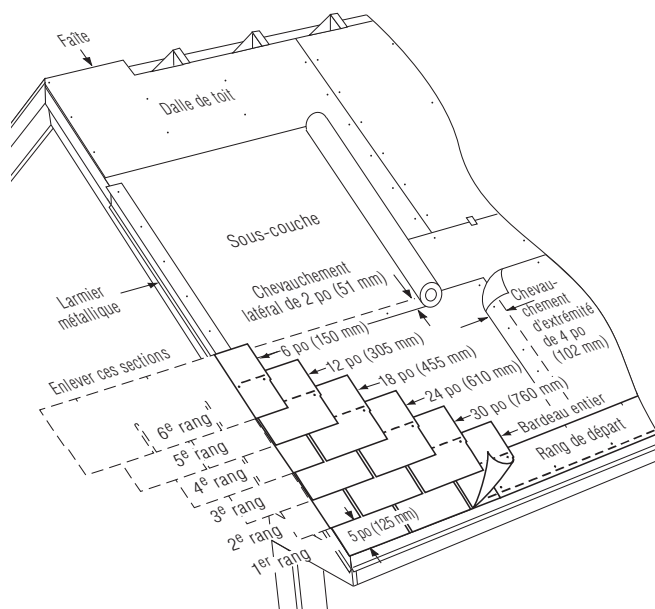

Figure 10-8 : Pose des six premiers rangs sur une pente standard.
**PREMIER RANG :** Poser un bardeau entier sur le coin inférieur gauche du toit. Aligner les jupes à égalité avec les bords du rang de départ. De cette façon, l'adhésif de la bande de départ adhèrera aux jupes du premier rang et les empêchera de se soulever par grand vent (figure 10-8).
1. Retrancher 6 po (15 cm) du côté gauche d'un bardeau et poser la pièce de 30 po (76 cm) restante par-dessus et au-dessus du bardeau du premier rang, en l'alignant avec le bord gauche du rang de départ. Laisser les jupes de 5 po (12,7 cm) du bardeau du premier rang à découvert (*figure 10-8*).
2. Retrancher 12 po (30 cm) du premier bardeau du troisième rang, 18 po (46 cm) du premier bardeau du quatrième rang, 24 po (61 cm) du premier bardeau du cinquième rang et 30 po (76 cm) du premier bardeau du sixième rang. Poser chaque bardeau en alignant son côté gauche avec le rang précédent (*figure 10-8*).